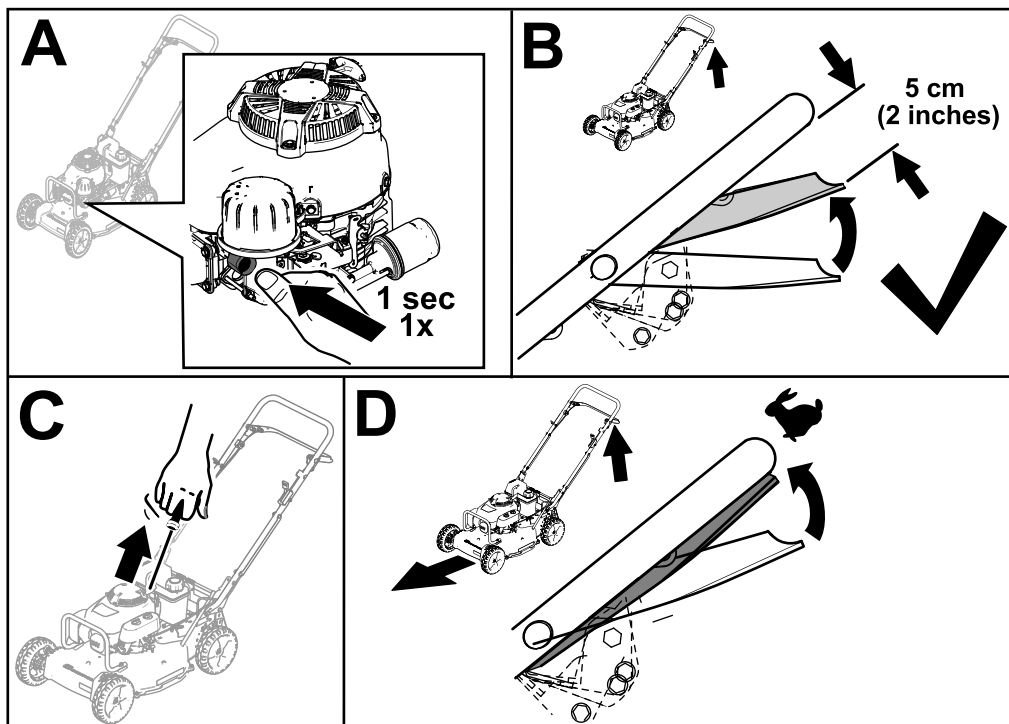

Figura 13
3. Apriete firmemente la perilla del cebador durante un segundo (Figura 13, A).
4. Sujete la barra de control de la cuchilla en la posición de marcha/cambio, unos 5 cm (2") por debajo del manillar (Figura 13, B).
5. Tire suavemente del arrancador hasta que note resistencia, luego tire con fuerza y deje que vuelva lentamente a la guía de cuerda del manillar (Figura 13, C).